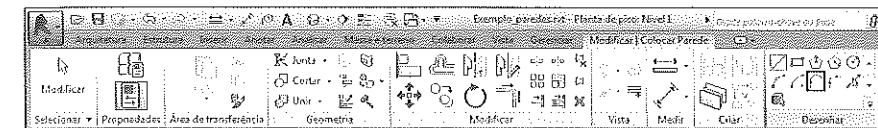

Figura 5.106 – Seleção da opção Arco em concordância.
2. Para gerar paredes com cantos arredondados, primeiramente desenhe-as, com linha ou com retângulo, em seguida selecione a opção **Arco em concordância** no painel **Desenhar** da aba **Modificar | Colocar Parede**, Figura 5.106.